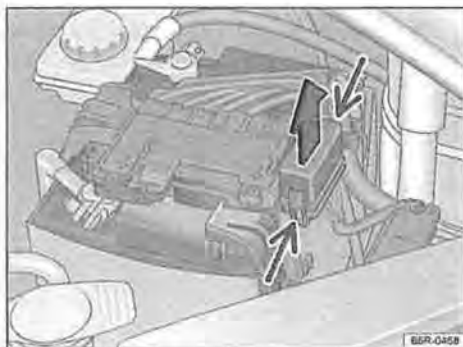

Fig. 126 Vano motore: rimozione del coperchio della scatola dei fusibili
- Premere i fermi nella direzione della freccia (freccie strette) e contemporaneamente rimuovere il coperchio → fig. 126 tirandolo verso l'alto.